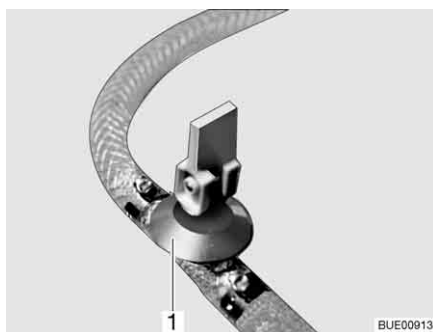
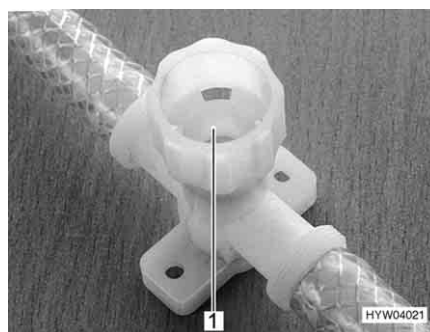

Bild 235 Avtappningskran (med vipparm)
Bild 236 Avtappningskran (med vred)
- Öppna alla avtappningskranar. Ställ för detta avtappningskranens vipparm (Bild 235,1) lodrätt eller vrid avtappningskranens kran (Bild 236,1) moturs.